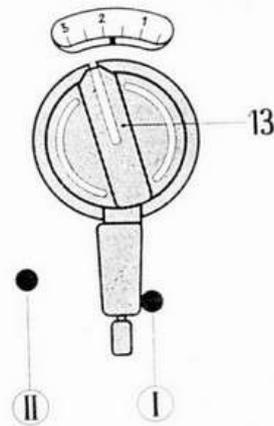

Abb. 38
6. Einstellen des Hebels 13 (Abb. 38). Dieser wird so weit nach links gedreht, bis der an seinem oberen Ende befindliche *weiße Strich* dem weißen Strich des Zickzack-Hebels 12 gegenüberliegt (Abb. 38). Damit ist die Maschine zum Knopflochnähen eingestellt.
3. Nadeleinstich nach links verlegen, durch Drehen des Hebels 13 ganz nach links (Abb. 38). Dabei wird die weiße Markierung nicht verwendet.